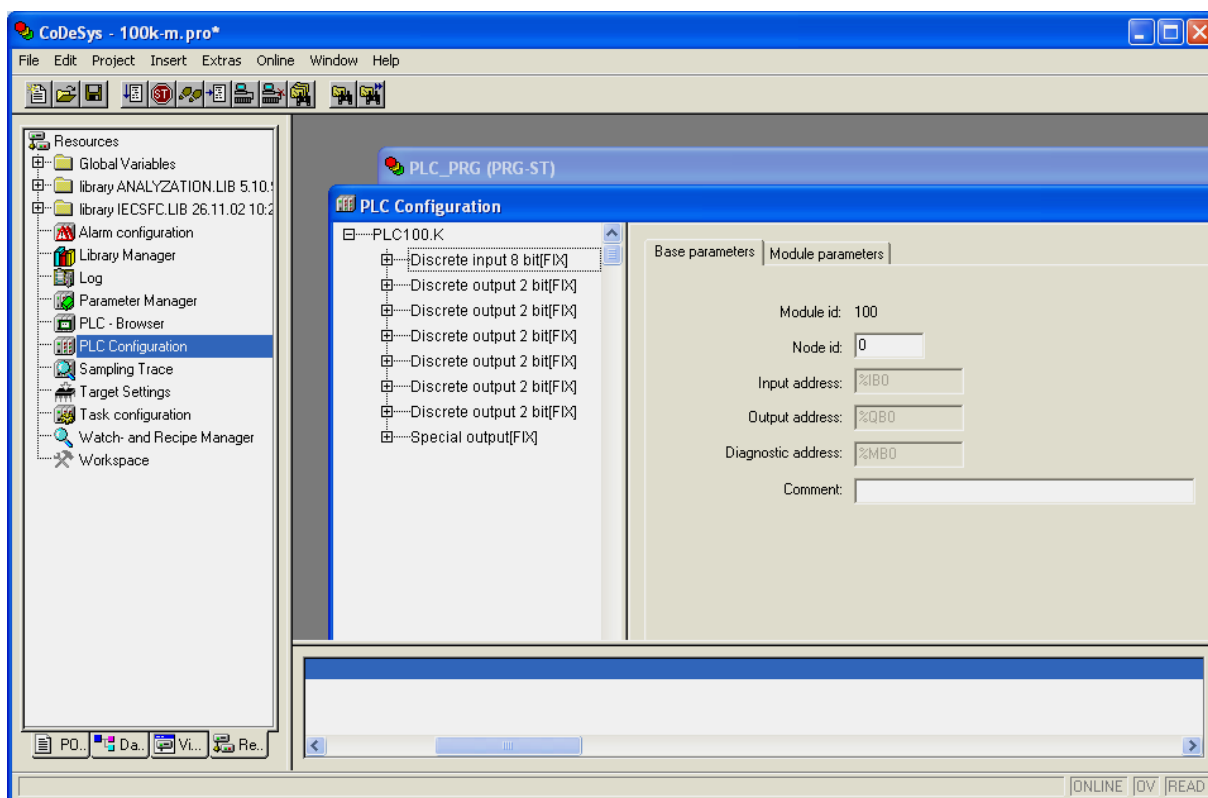
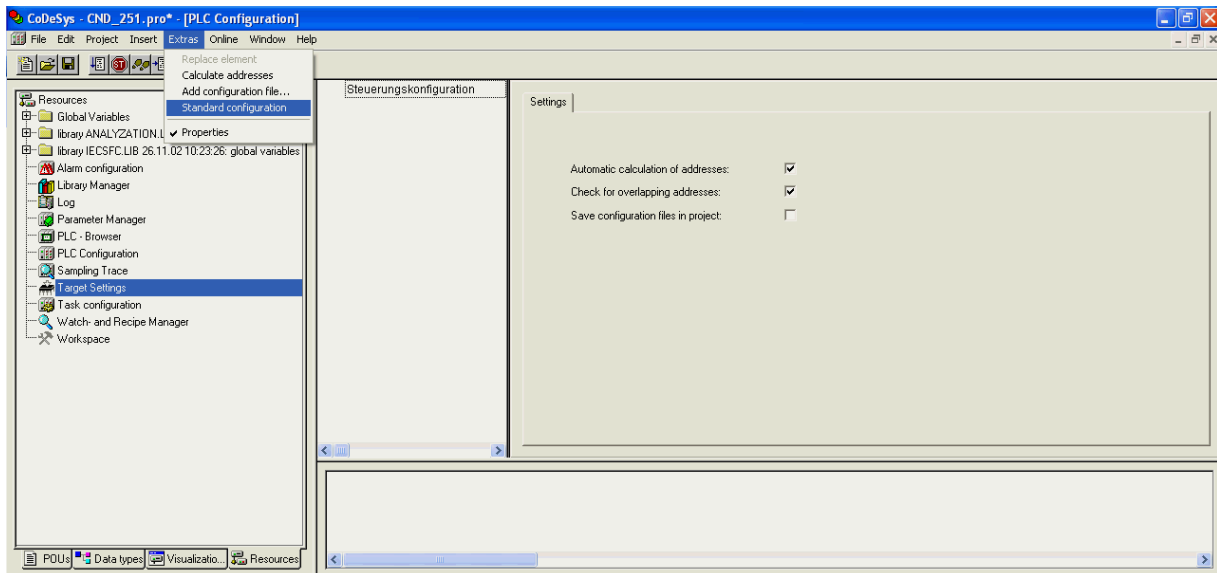

Рисунок 1.1 - Запуск Конфигуратора ПЛК
Рисунок 1.2 - Запуск стандартной Конфигурации
Утилита **PLC Configuration (Конфигуратор ПЛК)** доступна пользователю на вкладке ресурсов (**Resources**) Организатора объектов среды разработки **CODESYS** (далее – **CODESYS**) (см. Рисунок 1.1). Конфигуратор является редактором ресурсов ПЛК, относящихся к области ввода-вывода, через которую программа ПЛК осуществляет информационный обмен с внешней средой. В конфигурации присутствуют модули, отвечающие за структурирование областей ввода и/или вывода, каждый из которых может содержать вложенные подэлементы (субмодули и каналы). Для каналов могут быть назначены символические имена. Прямые МЭК адреса отображаются в конфигурации для каждого символического имени.
2. В работе пользователя при переходе от **Target file** иного производителя к **Target file** разработки ОВЕН в окне **PLC Configuration** возникает следующая ситуация: дерево Конфигурации отсутствует. Для создания стандартной Конфигурации пользователь вызывает в главном меню среды разработки опцию **Extras|Standard Configuration** (см. Рисунок 1.2.), в результате чего появляется экранная форма, аналогичная представленной на Рисунок 1.1.